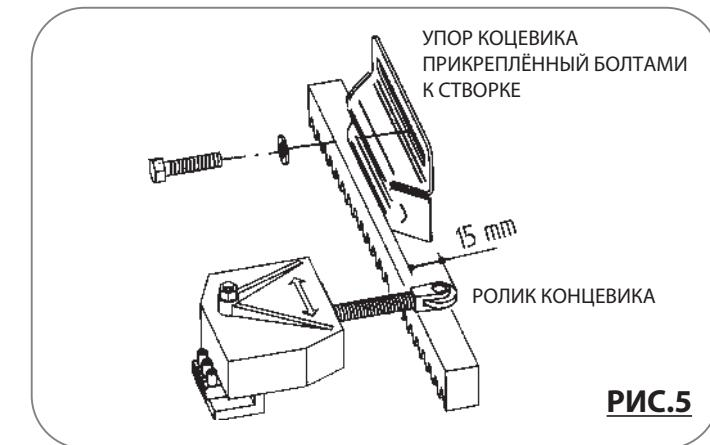

**РИС.4**
- Временно прикрепите винтами **рейку** к створке, так чтобы сцепилась с **шестернёй**: движение сцепления **зубчатой рейки** и шестерни МЕС 200 должно быть без защемлений и трения. (Рис.4)
- Удалите **2мм прокладки**, таким образом обеспечивается соответствующий зазор между рейкой и шестерней, чтобы вес створок не воздействовал на редуктор (Рис.4).